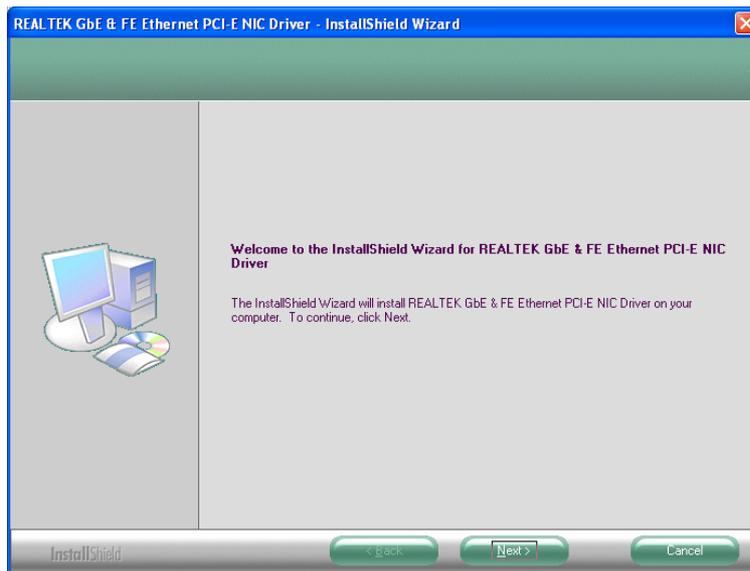

Abbildung 7-20: LAN-Treiber Begrüßungsbildschirm
Schritt 3: Der Begrüßungsbildschirm wird angezeigt (**Abbildung 7-20**).